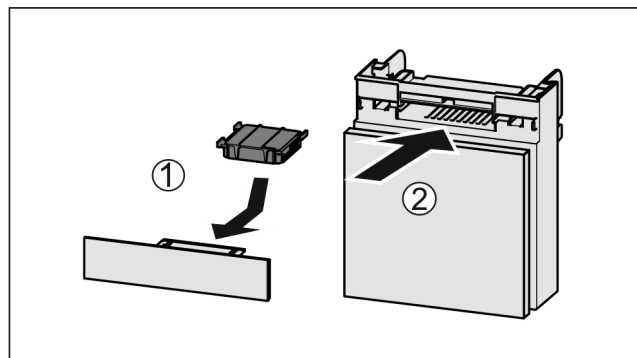

Fig. 49
- Insérer le filtre à charbon actif d'après le schéma Fig. 49 (1).
- Insérer le compartiment Fig. 49 (2).